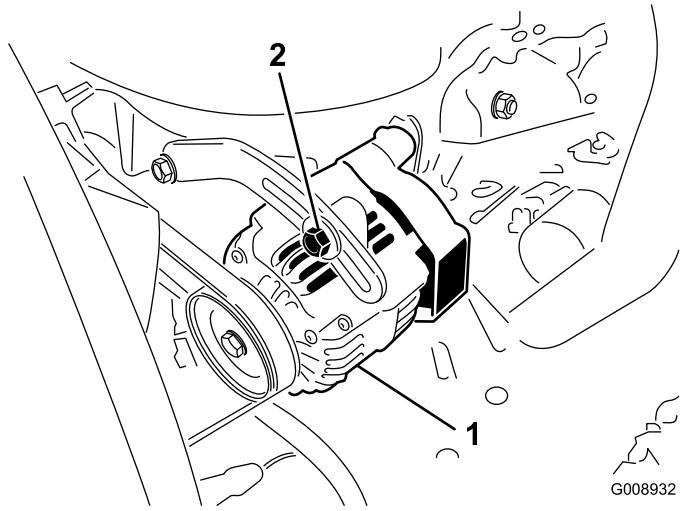

Figura 54
Verifique o estado e a tensão das correias (Figura 54) após cada 100 horas de funcionamento.
2. Se o desvio obtido não for igual a 10 mm, deverá libertar as cavilhas de montagem do alternador (Figura 54). Aumente ou diminua a tensão da correia do alternador e aperte os parafusos. Verifique uma vez mais a deslocação da correia para se certificar de que a tensão está correta.